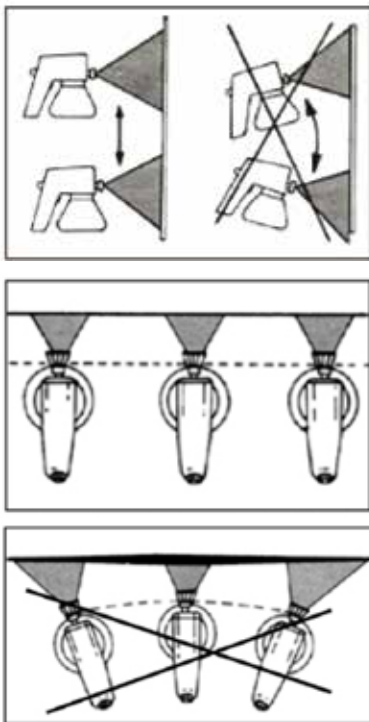

рис. 3
5.5 Перемещайте краскораспылитель, как бы штрихуя поверхность, слева направо и обратно, вверх вниз и обратно, как показано на рис.3.